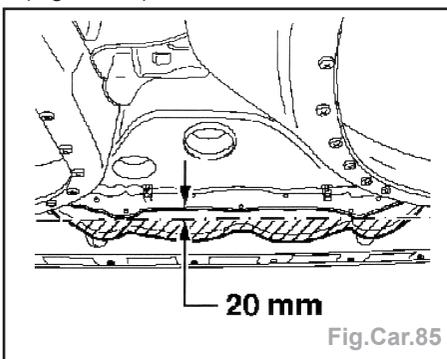

Fig.Car.85
• Dans la zone des hachures, l'isolation phonique doit être retouchée avant l'ajustement du montant B (découpage) (Fig.Car.85).